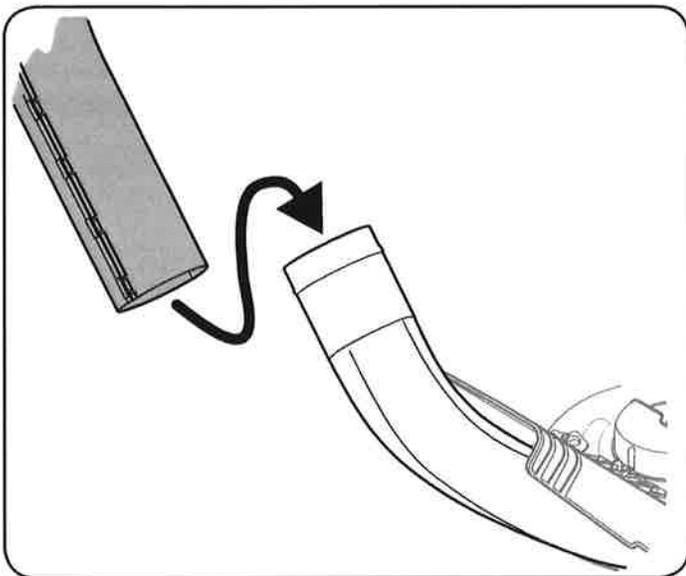

Figura 54
3. Con la capacidad de mover ahora el tubo conducto de descarga hacia atrás y adelante, deslice sobre el codo rampa montado en la plataforma de corte, como se muestra en la Figura 54.